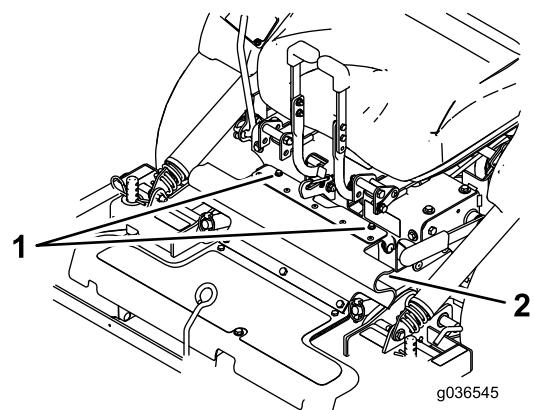

Figure 72
8. Desserrez les boulons fixés à la protection en caoutchouc (Figure 72).
8. Alignez la partie supérieure de la protection en caoutchouc et fixez-la en place avec les boulons fixés (Figure 72).